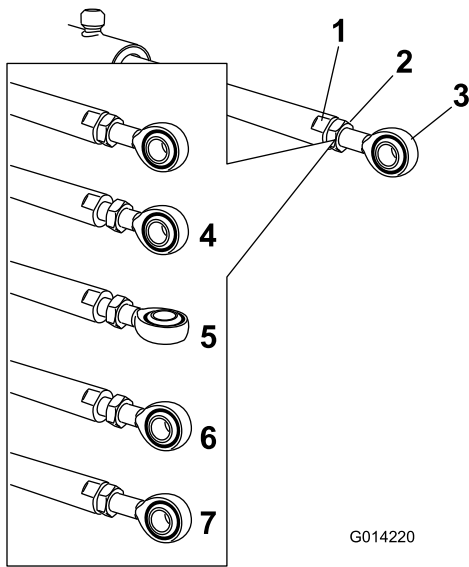

Bild 100
5. Arretieren Sie die flachen Seiten der Aktuatorstange mit einem Schraubenschlüssel und lösen Sie dann die Klemmmutter, damit Sie die Ösenstange manipulieren können (Bild 100).
- Drehen Sie die Ösenstange in der Aktuatorstange, um den ausgefahrenen Aktuator auf die gewünschte Stellung zu verlängern oder zu verkürzen (Bild 100).